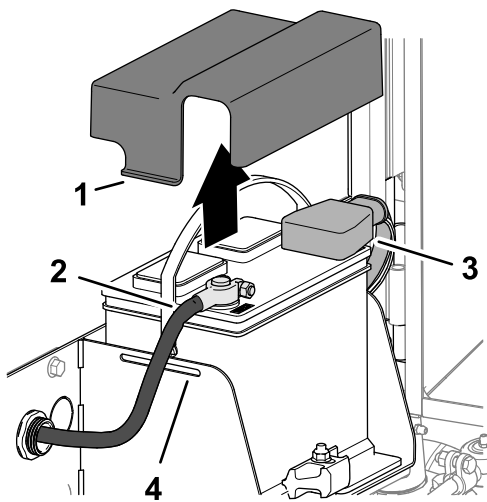

Figura 85
3. Pressione a lateral da cobertura da bateria, e retire a cobertura das ranhuras do tabuleiro da bateria (Figura 85).